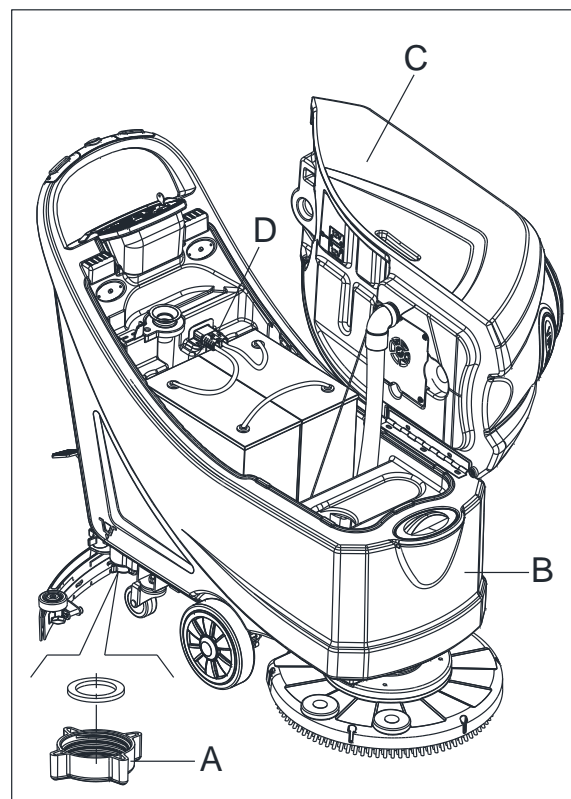

Figure 13
7. Vider le réservoir de solution avec le tuyau (A, Figure 13). Après avoir travaillé rincer le réservoir avec de l'eau propre.
2. Vider les réservoirs (B et C, Figure 13), comme indiqué dans le paragraphe précédent.